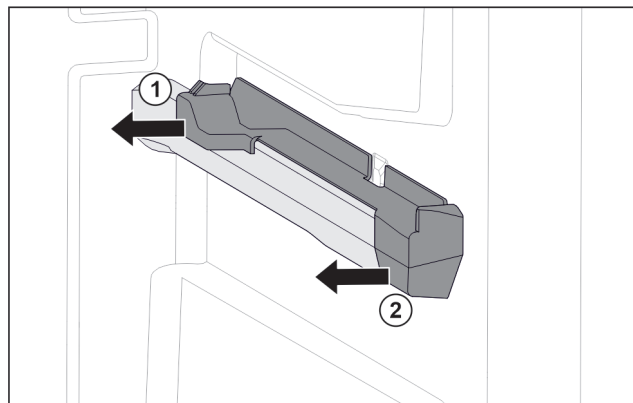

Fig. 123 Piesă de fixare pe nervura din dreapta a recipientului
- ▶ Scoateți piesa de fixare din spate în lateral. Fig. 123 (1)
- ▶ Scoateți piesa de fixare din față în lateral. Fig. 123 (2)